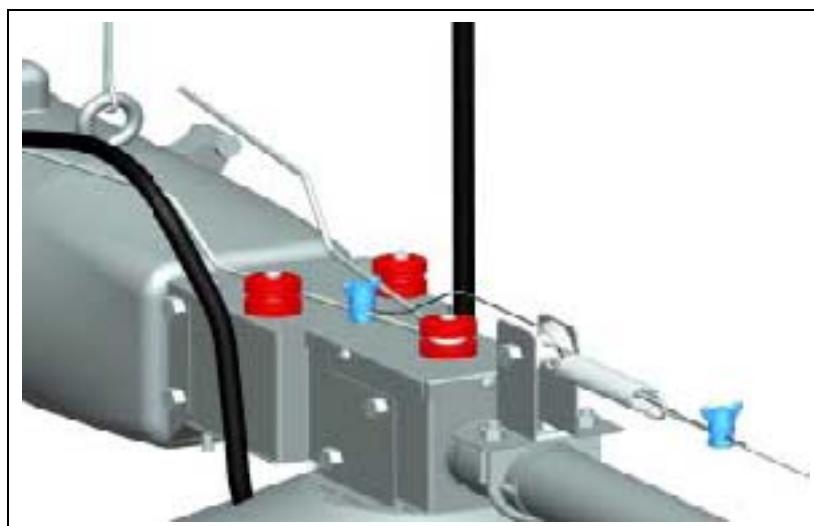

Рисунок 5I
5. Для соединения перемычки от последней секции провода электрошокера к ограждению, предотвращающему формирование насестов, используйте две (2) гайки AZUMA и болты, как показано на Рисунок 5I. Данная перемычка находится рядом с металлическими деталями, поэтому обязательно используйте изолированный одинарный провод калибра 12.